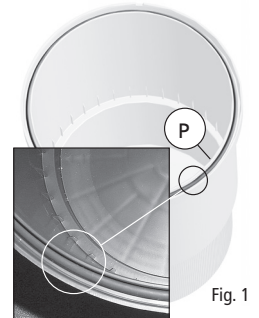

Fig. 1
- Vor der ersten Inbetriebnahme müssen Sie den Filterdeckel-O-Ring (P) montieren, der in einem separaten Plastikbeutel mitgeliefert wird. Dieser O-Ring muss ordentlich an seinem Platz oben am Filterkanister eingesetzt werden. (Abb. 1)